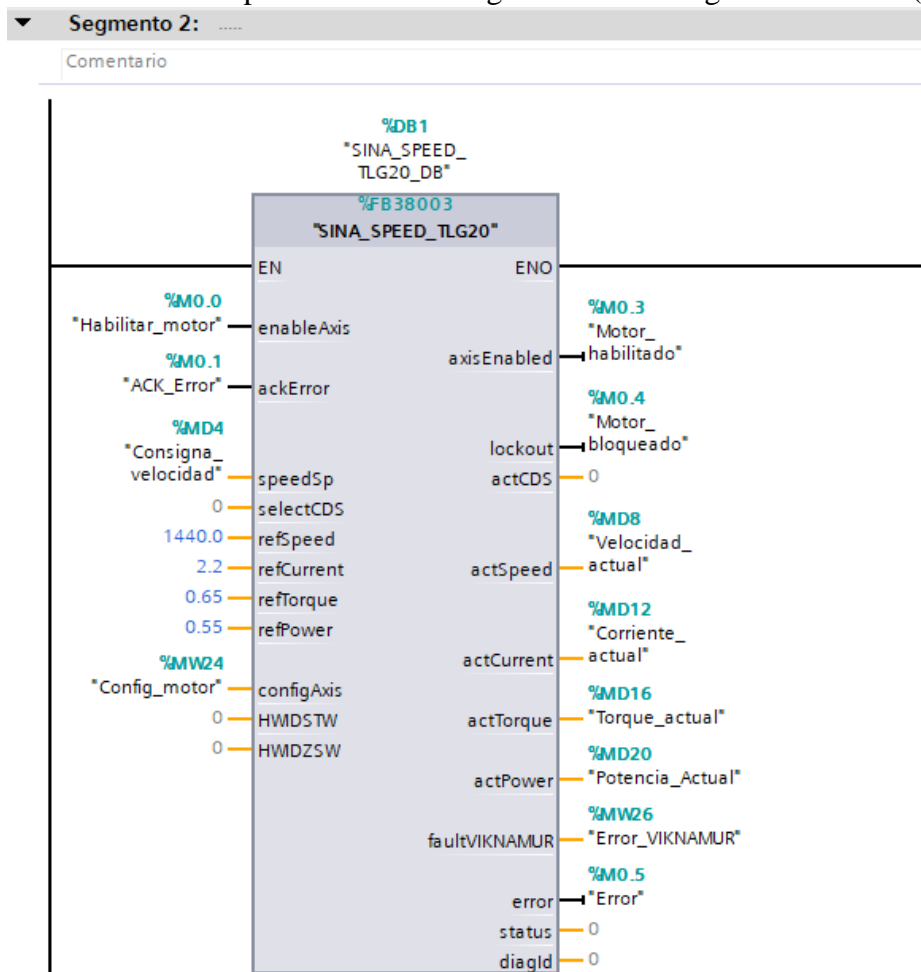

Figura 28. Parámetros del telegrama 20
- Luego se debe llenar los parámetros del telegrama 20 de la siguiente manera (ver Figura 28).